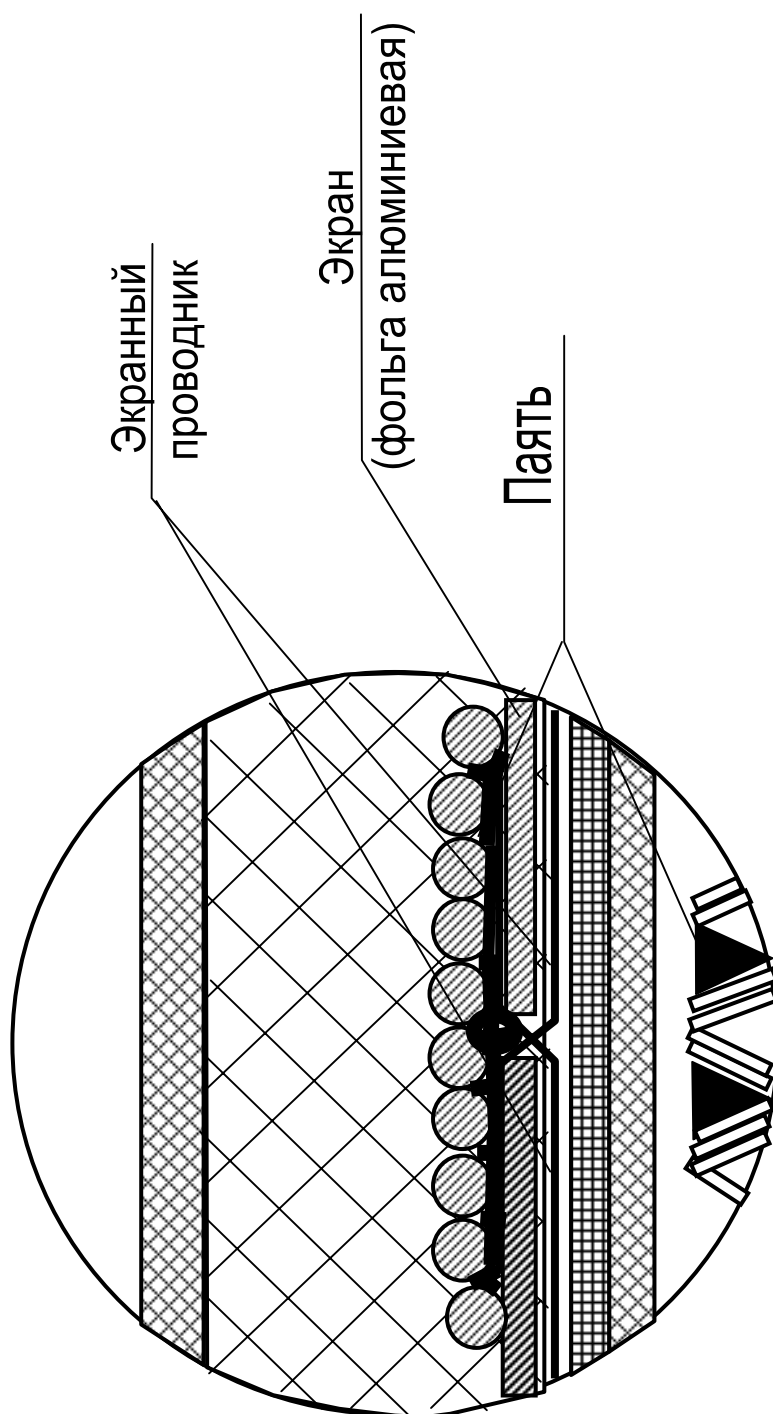

Рисунок 2.9
- наложить фольгу экранов на место стыка. Экранные провода наложить на фольгу экрана (рисунок 2.9). Наложить бандаж проволокой ММЛ 0,3. Всю площадь бандажа пропаять, места пайки промыть нефрасом;